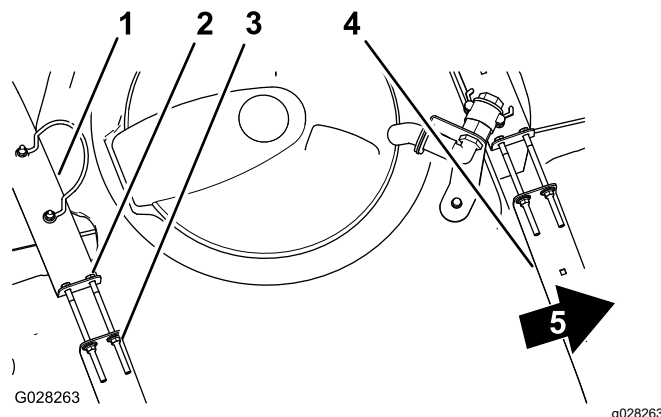

Рисунок 84
2. Убедитесь в отсутствии люфта между хомутами и баком (Рисунок 84).
3. Если хомуты вокруг бака ослаблены, затяните фланцевые контргайки и болты в верхней части хомутов заподлицо с поверхностью бака (Рисунок 84).